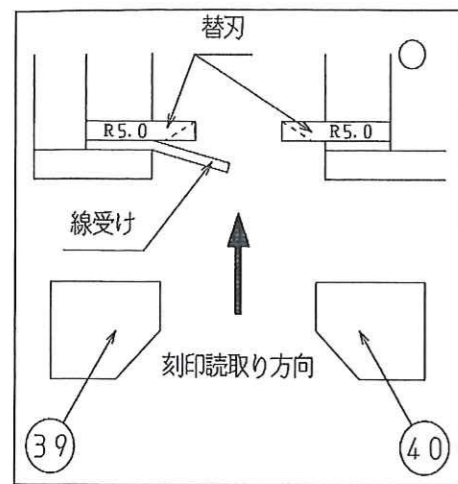

図21
ができ、その場合は⑭の調整ボルトを緩めたりして調整を行い、新しい替刃を取付ける時は⑳のツカミ部側から見て、替刃に刻印している文字（例えばR5,0）が正常に読み取れる方向にセットする（図21）。また、線材が替刃の穴に正しくセットされていない状態でフットバルブを踏むと替刃が破損したり線材に傷がついたりする場合があります。